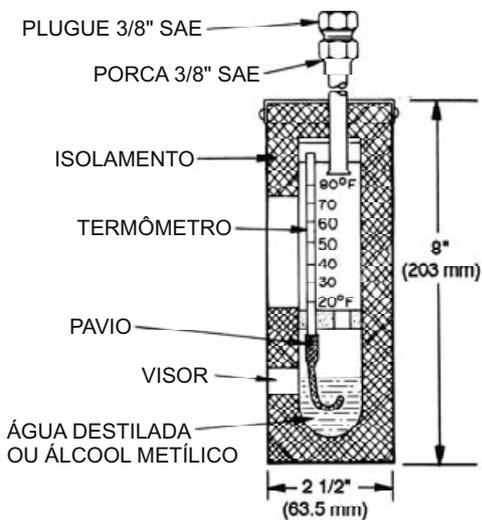

Fig. 28 – Típico indicador a vácuo do tipo bulbo úmido
- manômetro de pressão absoluta ou indicador de vácuo de bulbo úmido (Fig. 28);